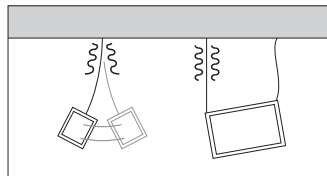

図6
- ・ 揺れや荷重の不均等により、1箇所のワイヤーや金具に思わぬ負荷が集中する場合があります。許容荷重には余裕を持って製品をご選定、ご使用ください（図6）。